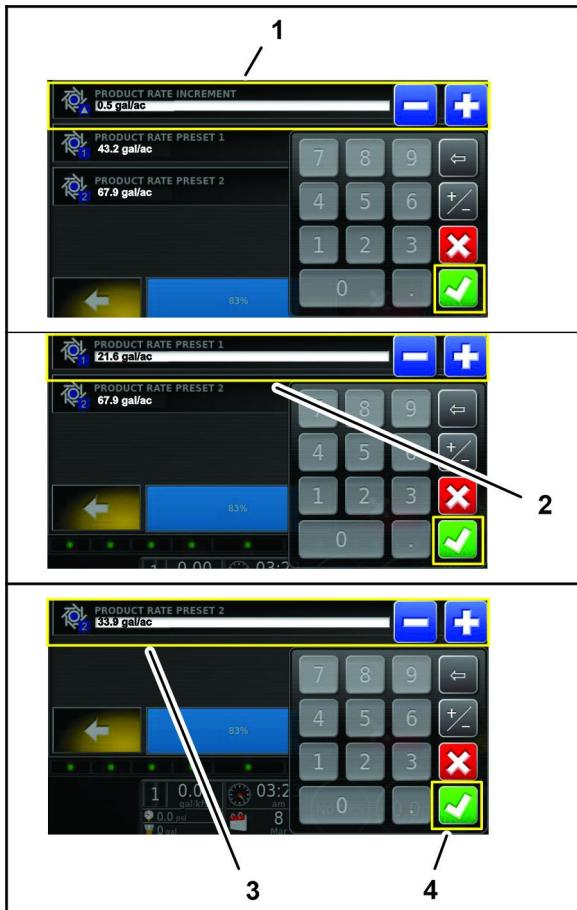

图 120
10. 用显示屏键盘输入一个喷洒率借此可提高或降低喷洒预设速率 1 和 2 然后按“确认”图标 图 120。
12. 用显示屏键盘为喷洒预设速率 1 输入喷洒率然后按“确认”图标图 120。
14. 用显示屏键盘为喷洒预设速率 2 输入喷洒率然后按确认图标图 120。